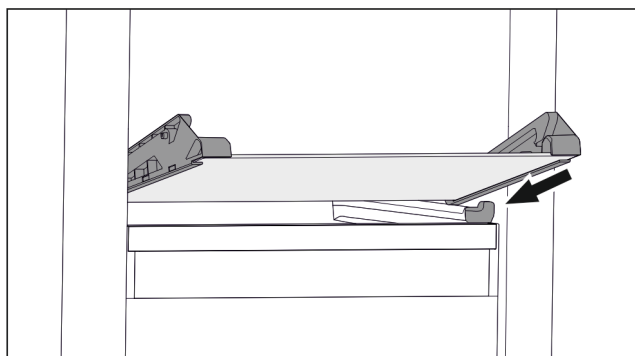

Fig. 71 Skleněná deska odklápěcí zásuvky
- ▶ Nasadte skleněnou desku šikmo za zarážky. (viz Fig. 71)